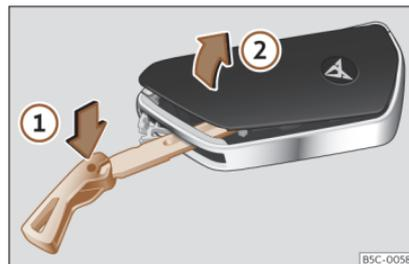

Fig. 58 Llave del vehículo: abrir la tapa del compartimento de la pila.
- Introduzca el espadín en la ranura »» fig. 58, presiónelo en el sentido de la flecha ① y desprenda la tapa haciendo palanca ②.